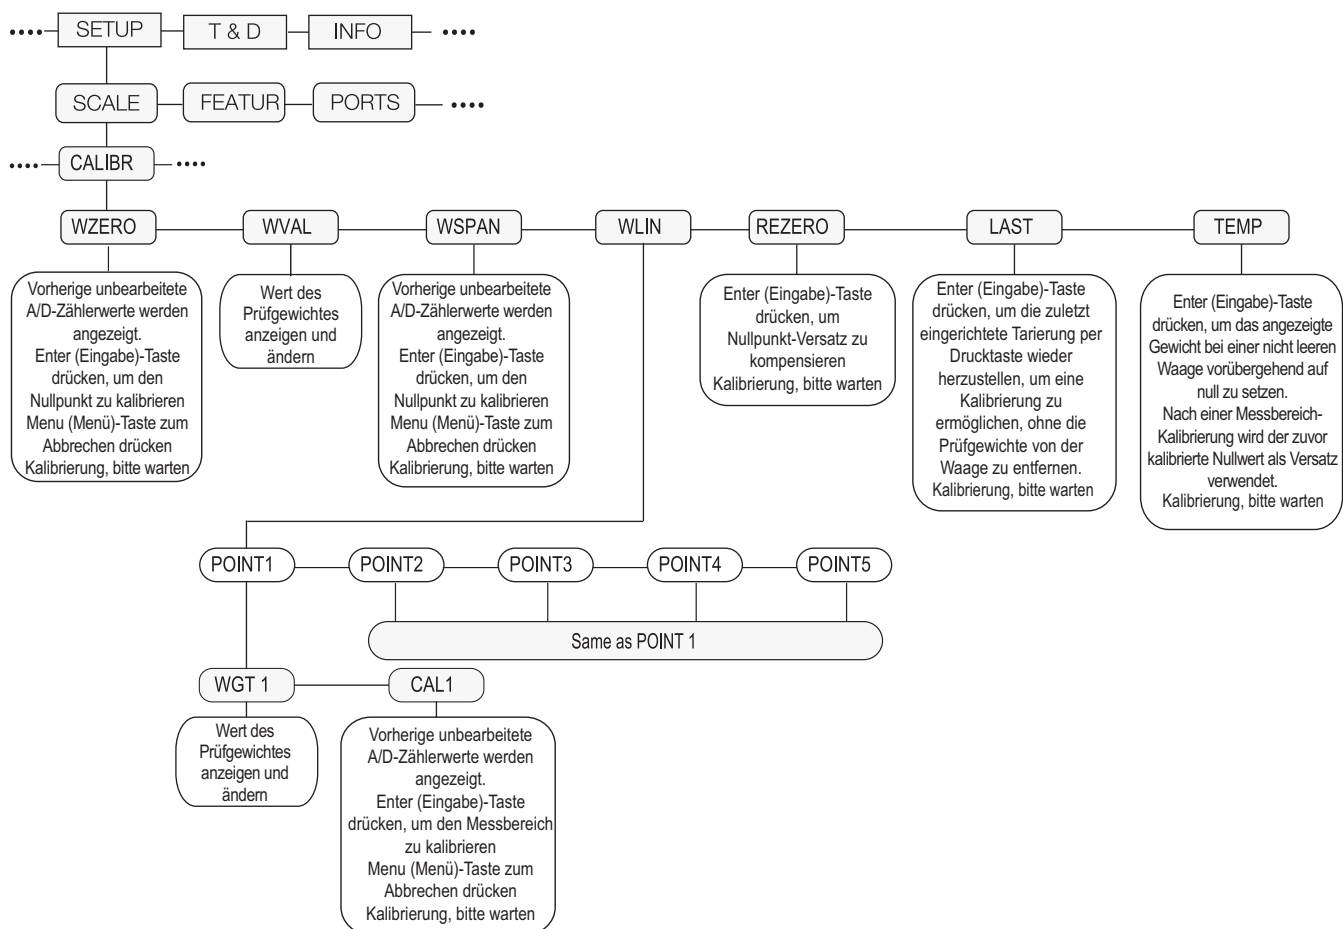

Abbildung 4-1. Menü „CALIBR“ (Kalibrierung)
1. Die Gewichtsanzeige mithilfe des Setup-Schalters an der Rückseite des Gerätes in den Konfigurationsmodus versetzen (siehe Abbildung 3-1 auf Seite 37). Alternativ auf  drücken, wenn das Prüfprotokoll aktiviert wurde, und zu CALIBR navigieren (siehe Abbildung 4-1 auf Seite 66).